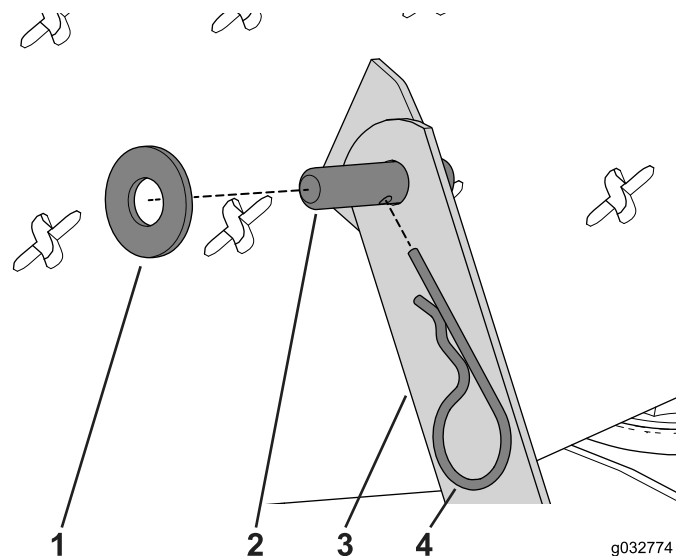

Bild 127
- Befestigen Sie den Hubarm mit der Scheibe und dem Splint an der Bedienerplatte (Bild 127).